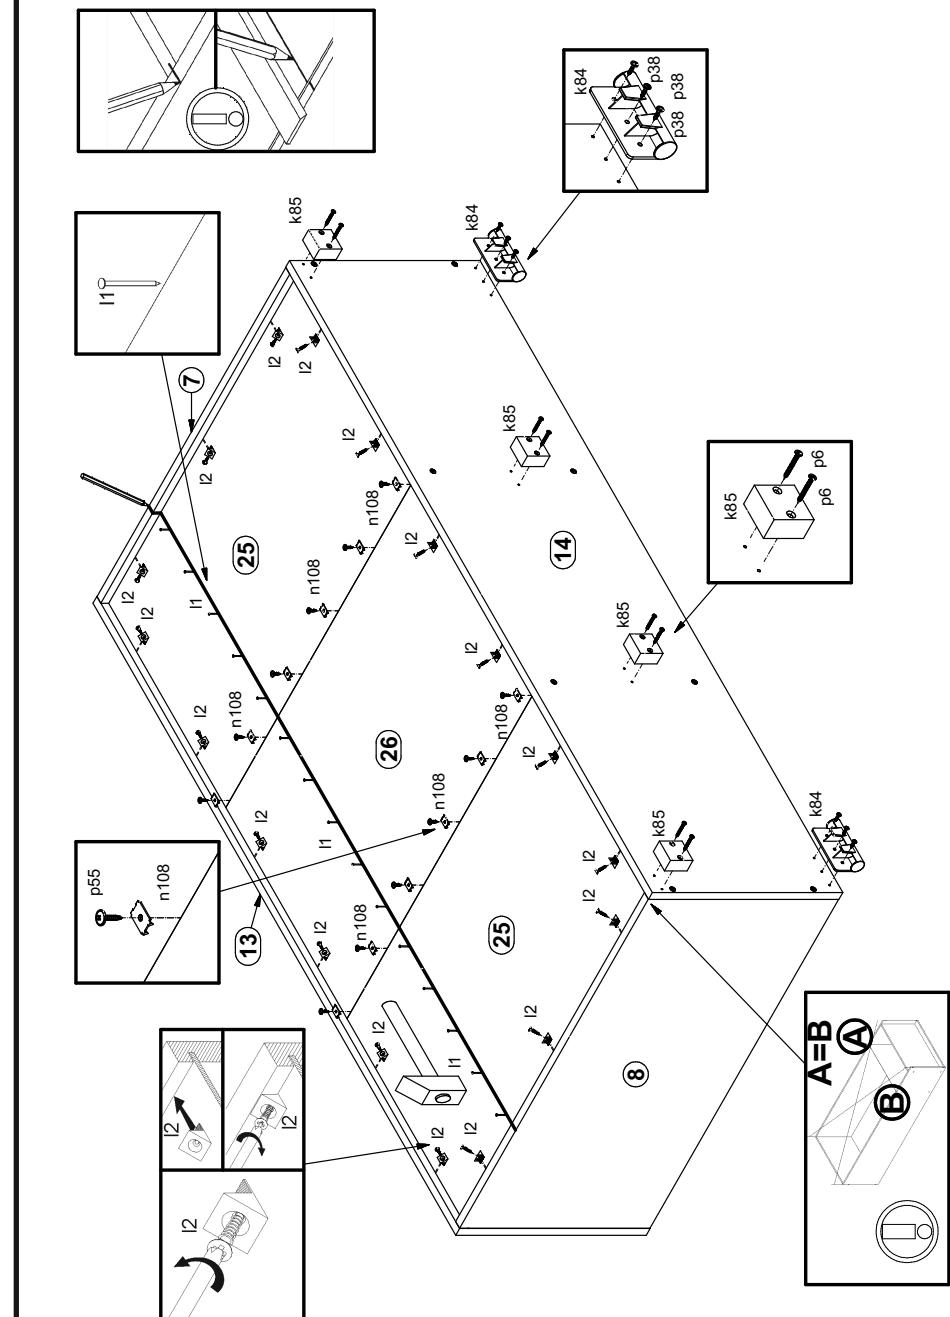

Рисунок 5
15. В отверстия Ø3 мм на нижней поверхности щита нижнего 14 закрепить опоры полимерные k85 шурупами p6, а также опоры полимерные k84 шурупами p38 (см. рис. 5).
16. Выровнять корпус изделия, измеряя рулеткой расстояние между противоположными углами по диагонали. Расстояния должны быть равными (см. рис. 5).
17. Закрепить стеки задние 25, 26 на корпусе изделия гвоздями I1 с шагом 80-120 мм, элементами крепления задней стенки l2, а также пластиинами n108 с шурупами p55 (см. рис. 5).